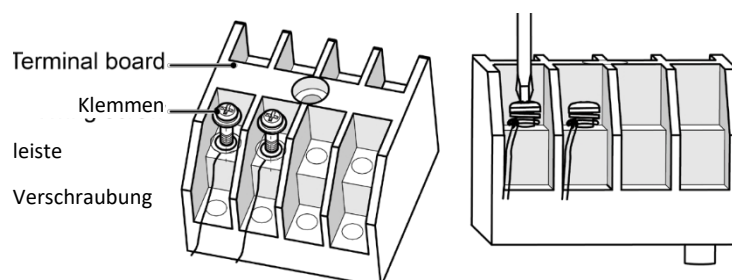

Abb. 5.3.1
- ❹ Befestigen Sie das Netzkabel mit einer Kabelklemme.
- ❶ Nehmen Sie die Abdeckung des Schaltschranks ab.
- ❷ Führen Sie das Kommunikationskabel durch die Kabeldurchführungen.
- ❸ Schließen Sie das Kommunikationskabel an die Klemmen D1 und D2 der internen 4-Bit-Anschlussleiste an, wie in Abb. 5.3.1 dargestellt.